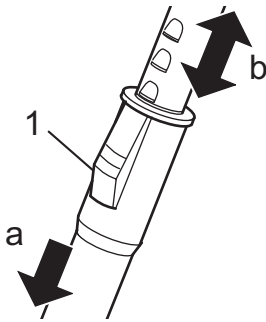

Abb. 5
5. Stellen Sie die Länge des Teleskoprohrs ein. Drücken Sie dazu die Teleskoprohr-Arretierung (Abb. 5/1) nach vorn (Abb. 5/a). Ziehen Sie dann das Teleskoprohr am Handgriff (Abb. 1/1) auf die gewünschte Länge (Abb. 5/b). Zum Verriegeln lassen Sie die Teleskoprohr-Arretierung, während Sie ziehen, los. Sie hören ein deutliches Klicken.